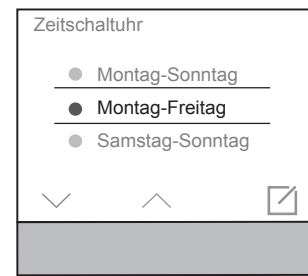

Bild 12: Einstellung Zeitschaltuhr
- Mit [OK] bestätigen (Bild 12).